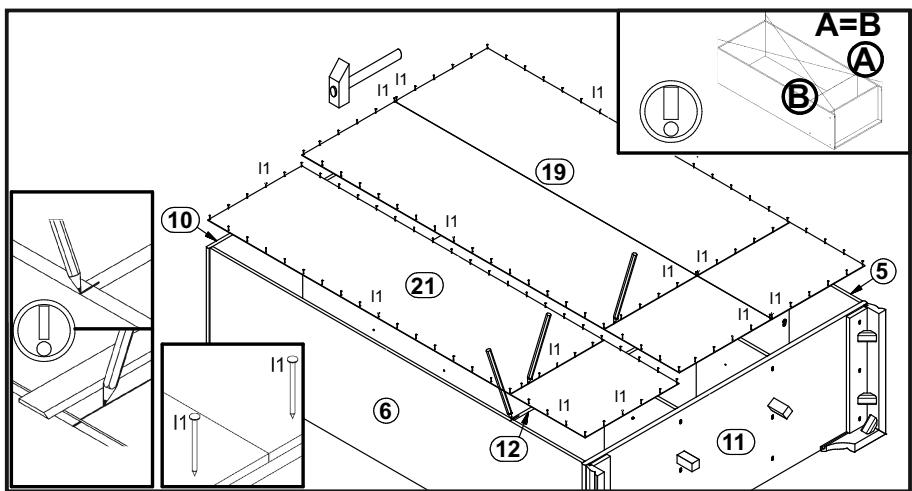

Рисунок 6
13. Положить корпус шкафа фасадными кромками вниз на ровную поверхность и выровнять его, измеряя рулеткой расстояние между противоположными углами по диагонали. Расстояния должны быть равными (см. рис. 6).
14. Закрепить стенку заднюю склеенную 19 и стенку заднюю 21 к корпусу шкафа гвоздями I1 с шагом 80-120 мм (см. рис.6).